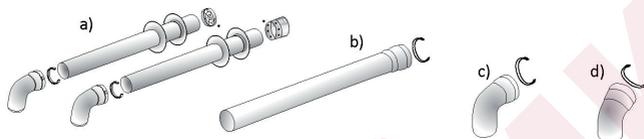

Рис.13
В зависимости от условий места установки котла можно сделать двойное (раздельное) соединение, чтобы котел мог получать воздух для горения из окружающей среды через первую трубу и выбрасывать отработанные газы через вторую трубу. Длина труб свежего воздуха и отработанных газов и количество используемых отводов приведены в таблице 6. Соединительные элементы для установки двойного(раздельного) дымохода (Рисунок 13)
1. Набор двойного(раздельного) герметичного дымохода $\varnothing 80 \times 80$ мм (Рисунок 13а)
2. Удлинитель 500 мм / 1000 мм $\varnothing 80 \times 80$ мм (Рисунок 13б)
3. 90° отвод $\varnothing 80 \times 80$ мм (Рисунок 13с)
4. 45° отвод $\varnothing 80 \times 80$ мм (Рисунок 13д)